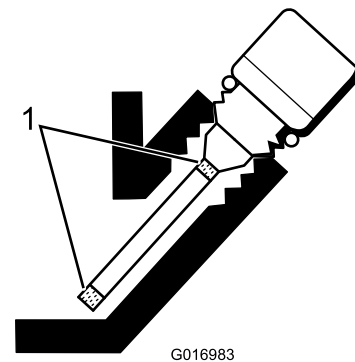

Figura 24
5. Si el nivel es bajo, añada solamente aceite suficiente para que llegue entre las marcas del indicador (Figura 24).